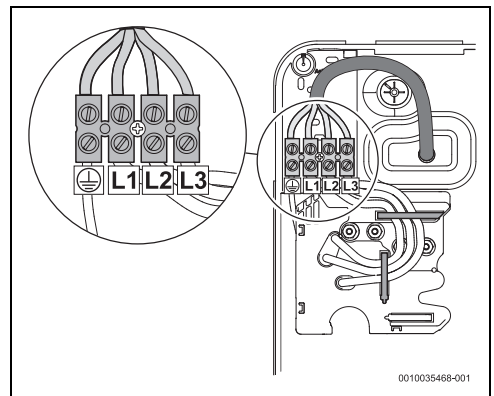

Fig. 87 Raccord supérieur
- Raccordement supérieur (fig. 87)